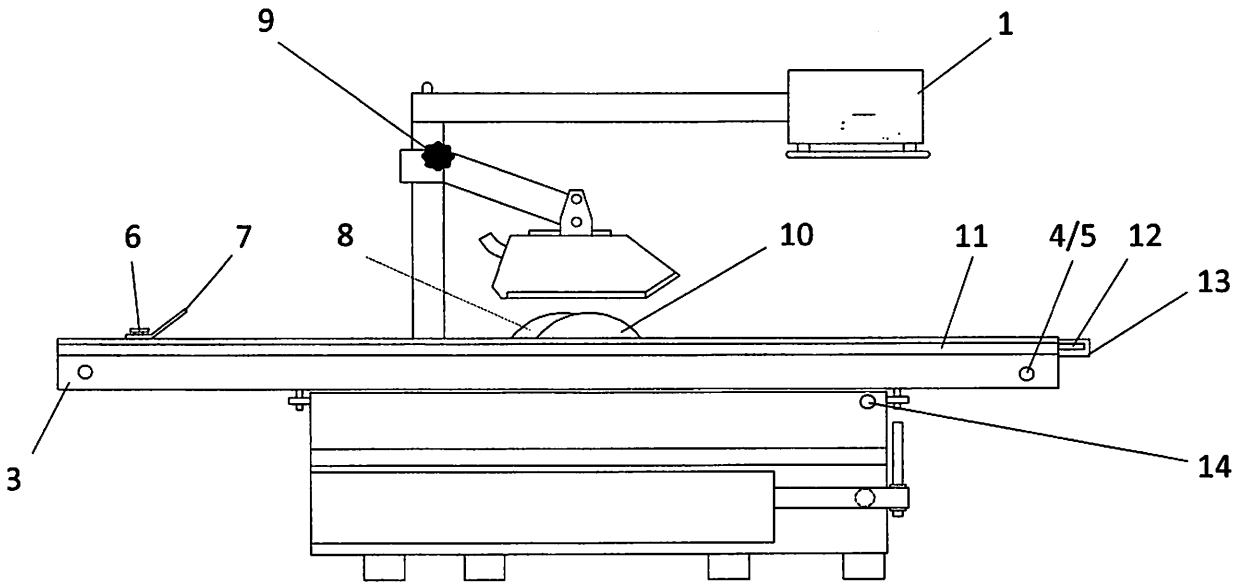
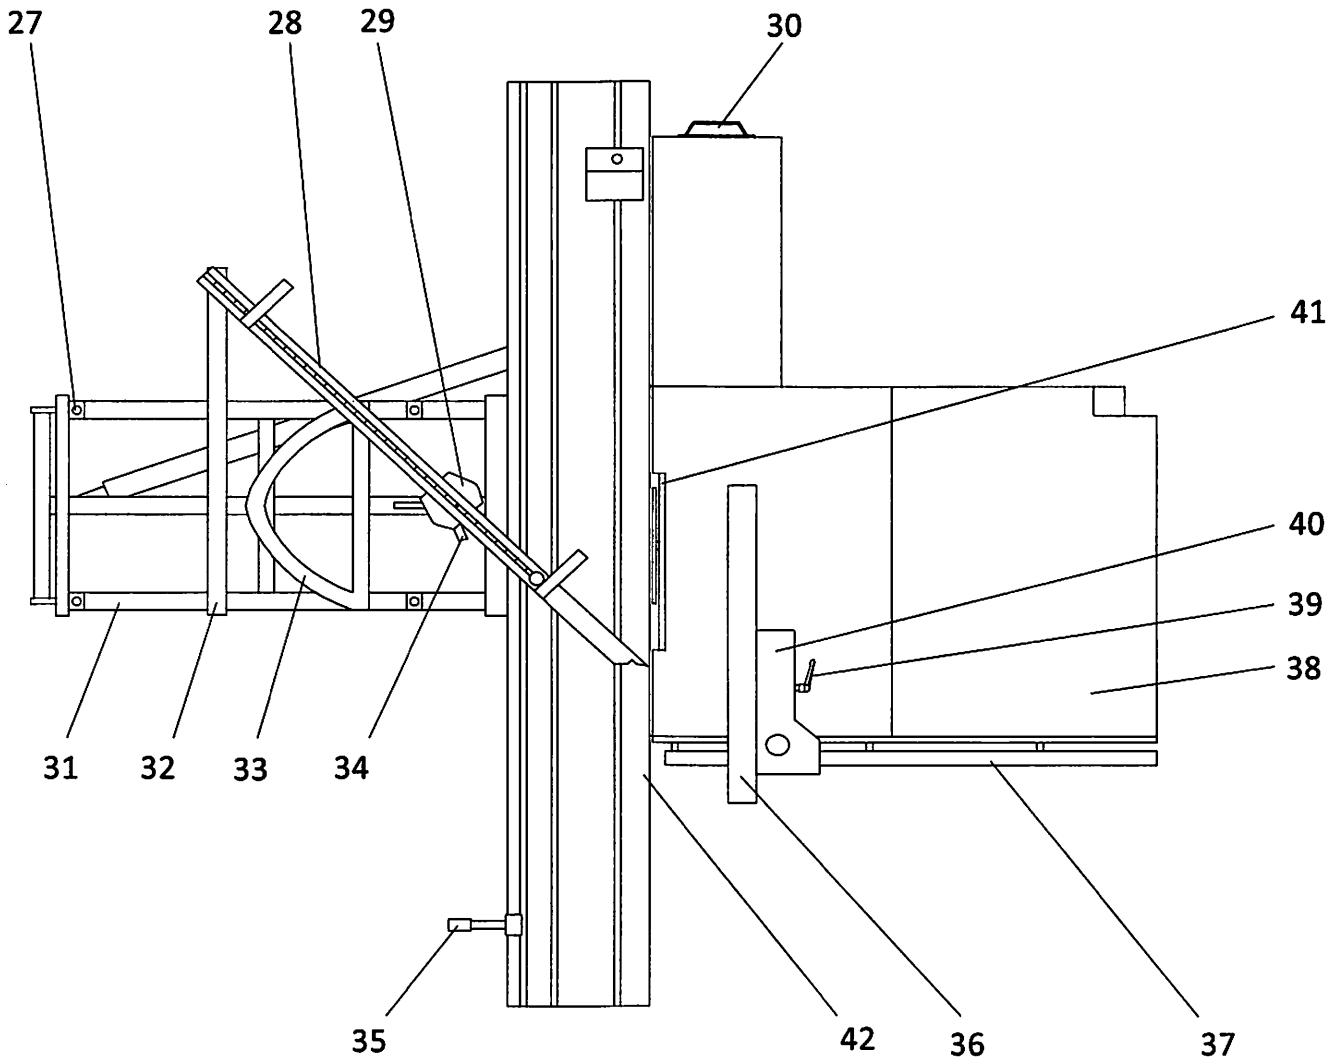

Abbildung 12 Bedienelemente, Vorderansicht
Abbildung 14 Bedienelemente, Draufsicht
- Der Längenanschlag (28, Abbildung 14) kann in drei Positionen auf dem Querschlitten (31, Abbildung 14) verwendet werden.
Besäumniederhalter in die Nut des Rollwagens einschieben und mit dem Klemmhebel an der gewünschten Position festklemmen (siehe Abbildung 12 u. Abbildung 14).